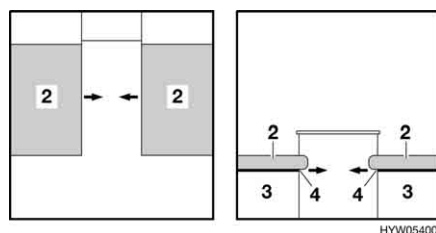

Fig. 52 Durante la trasformazione
- Estrarre il telaio portamaterasso (Fig. 52,4) per l'allargamento del letto sul cassone sinistro e su quello destro.